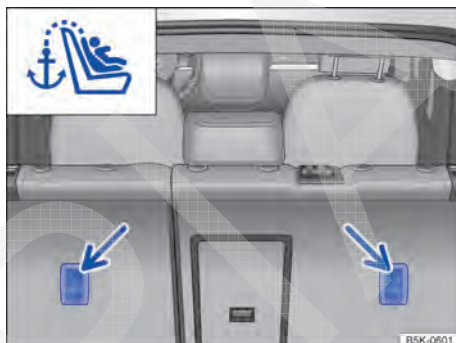

Fig. 28 Olhalis de retenção para o cinto de fixação superior no lado de trás do banco traseiro.
- Enganchar o cinto de fixação superior no compartimento de bagagem, no respectivo olhal de retenção denominado como Top Tether → Fig. 28.